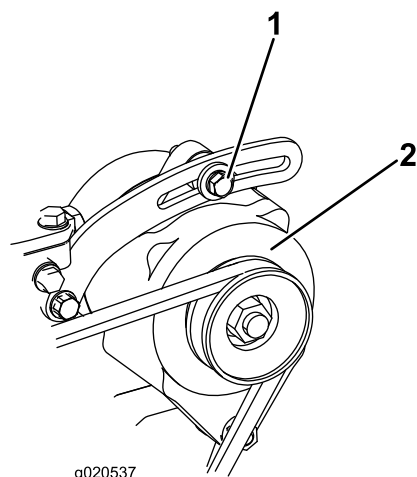

図 74
2. たわみが10mmでない場合には、オルタネータ取り付けボルトをゆるめる 図 74。適当な張りに調整してボルトを締める。ベルトのたわみが適切に調整されたことを確認する。